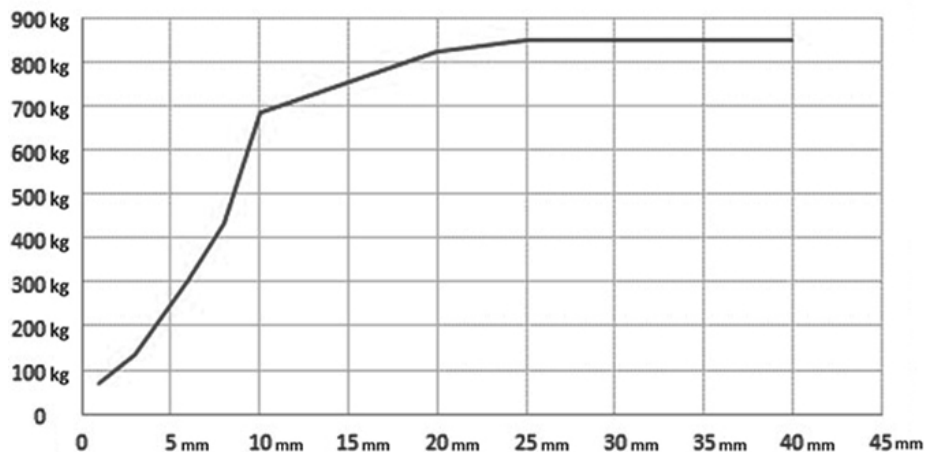

Fig. 2
5. Vérifiez le dessous de la base magnétique (F) et essuyez-le pour enlever toute trace de débris ou de saleté.
6. Assurez-vous que la pièce à travailler en métal mesure au moins 1 po (25 mm). Une autre pièce de métal ferreux peut être fixée derrière la pièce à travailler originale en métal pour accroître l'épaisseur. La base magnétique se fixera plus solidement sur une pièce à travailler en métal plus épaisse (fig. 2).